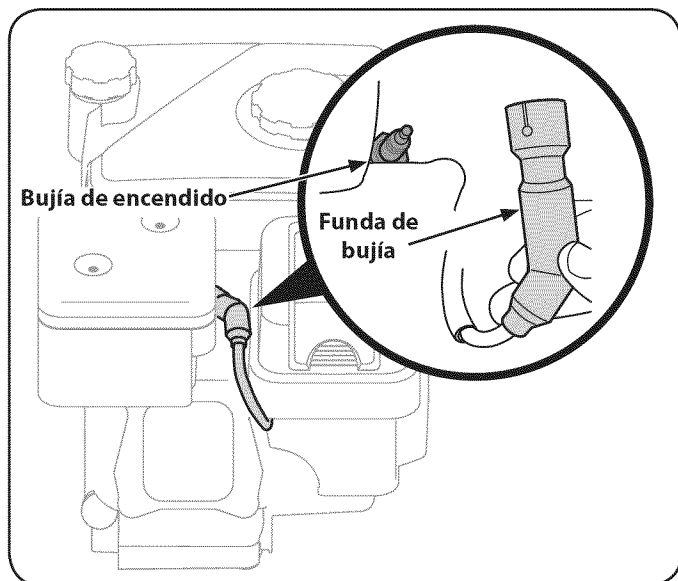

Figura 22
1. Retire el capuchón de la bujía y con una llave para bujías extraiga la bujía. Vea la Figura 22.